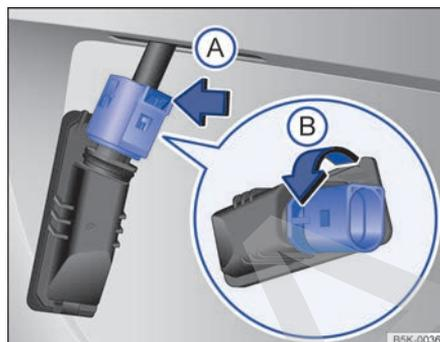

Fig. 202 Luz de la patente: desmontaje del portalámparas.
4. Presione el bloqueo del conector en el sentido de la flecha → fig. 202 Ⓐ y desacople el conector.